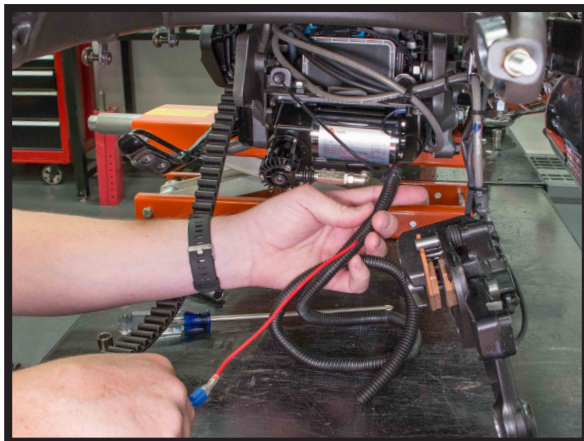

FIGURE 9
5. BUNDLE THE SPLIT LOOM AROUND THE RED PUMP WIRE USING THE INCLUDED ZIP TIES. FISH THE 1/4" HOSE DOWN THE RIGHT REAR SIDE OF THE BATTERY BOX. PASS THE HOSE DOWN IN FRONT OF THE SWING ARM AND PULL OUT OF THE BOTTOM OF THE MOTORCYCLES NEAR THE REGULATOR/RECTIFIER (FIGURES 9, 10)